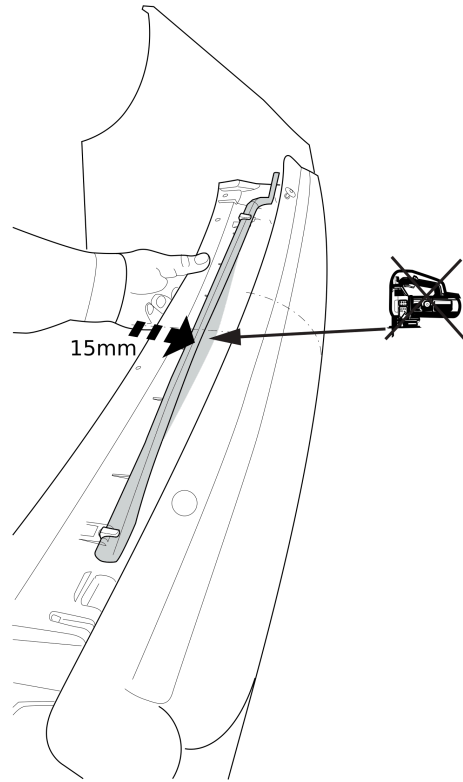

Fig. 2
8. Переместите датчик если имеется. См. рисунок 2.